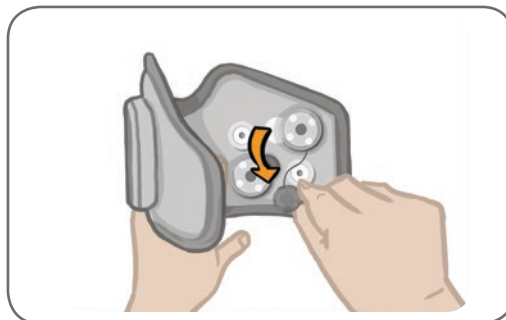

Ilustración 11-9: Retirada de las bases de electrodos usadas
3. Retire las bases de electrodos usadas de la banda de EF. Consulte la ilustración 11-9.